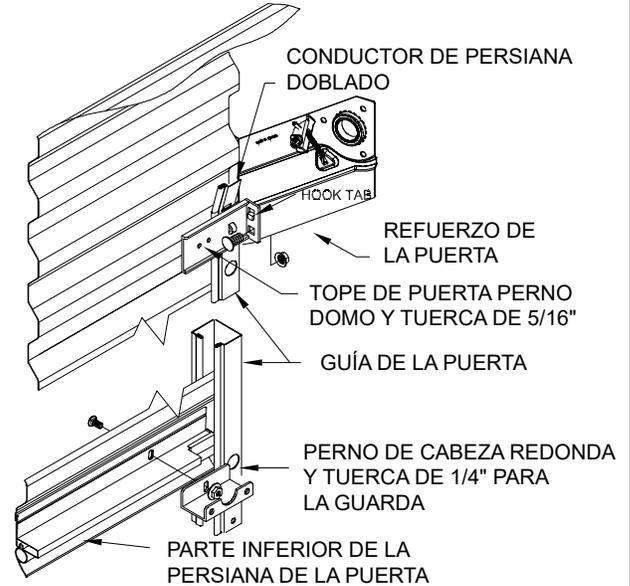

Figura 7
**6.1** Retire la tuerca de reborde de cada lado de la barra inferior de la puerta (véase la Figura 7).
**6.4** Deslice los topes hacia arriba hasta que lleguen a donde deben estar, de forma que la lengüeta del gancho coincida con el orificio superior del tope (véase la Figura 7). Asegure cada tope de puerta a cada refuerzo como se indica con un (1) perno domo de 5/16" y una tuerca a través del orificio inferior del tope.